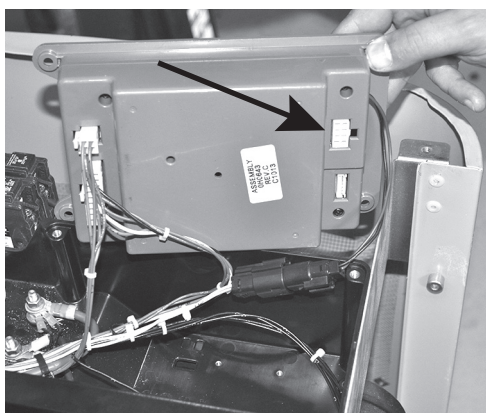

Figura 3-14. Levantando el controlador
18. Levante el controlador para ganar acceso a la ubicación del enchufe para accesorios. Si hay una etiqueta adhesiva rotulada "Port 1", retírela para ubicar el conector. Si no hay etiqueta adhesiva, ubique el conector abierto de ocho clavijas en la parte de abajo del controlador del generador. Vea la Figura 3-14. Instale el conector de ocho clavijas del arnés en el zócalo abierto del generador.